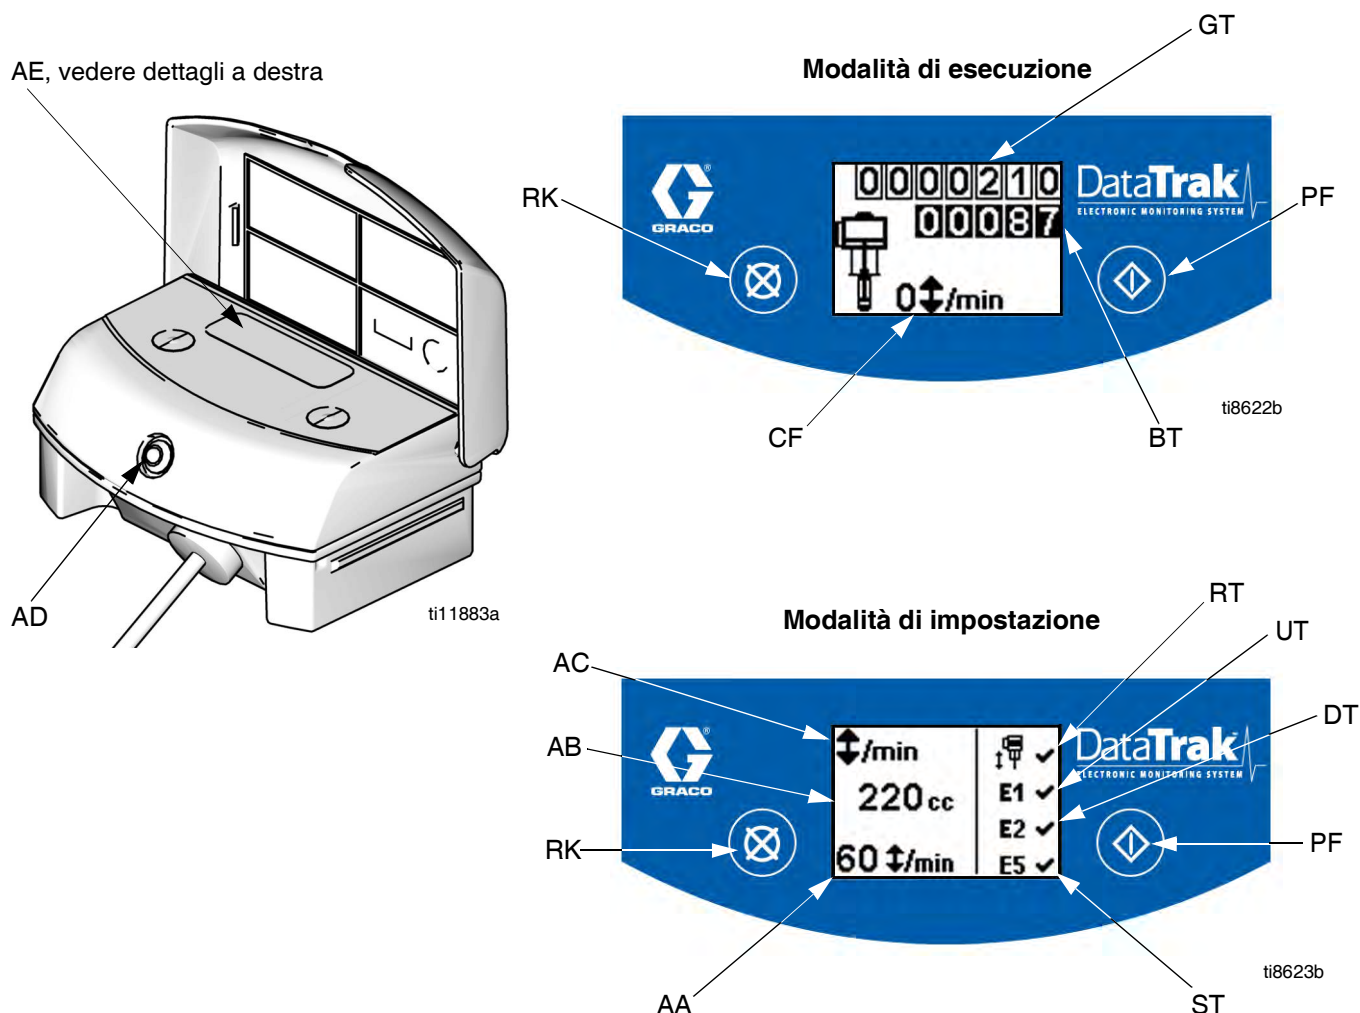

FIG. 8. Comandi e indicatori DataTrak
Legenda per FIG. 8
1. Vedere FIG. 8. Tenere premuto  per 5 secondi fino alla visualizzazione del menu di configurazione.
Quando le opzioni di fuorigiri e di errore E1, E2 ed E5 sono attivate, sulla schermata di impostazione apparirà un . Vedere FIG. 8.
1. Vedere FIG. 8. Se si verifica un fuorigiri della pompa, si attiva il solenoide di fuorigiri, arrestando la pompa stessa. Il LED (AD) lampeggia e il display (AE) indica la condizione di fuorigiri (vedere Tabella 1). Il display visualizzerà ciclicamente sei schermate di istruzioni.
2. Schermate fuorigiri 1 e 2: Per ripristinare il solenoide del fuorigiri, chiudere la valvola dell'aria principale (E). Attendere che l'aria sia completamente scaricata dal motore pneumatico.
3. Schermate fuorigiri 3 e 4: una volta scaricata l'aria, premere il tasto di rilascio del solenoide (J) per reimpostare la valvola dell'aria. Il tasto torna in posizione quando la valvola dell'aria è nuovamente in pressione.
Per disattivare il monitoraggio del fuorigiri, entrare in modalità di configurazione e impostare il valore su 0 (zero) o portare (RT) su off  (vedere FIG. 8).
1. Vedere FIG. 8. Per accedere alla modalità di adescamento/lavaggio, premere un tasto qualsiasi per riattivare il display, quindi premere
Vedere FIG. 8. L'ultima cifra del totalizzatore parziale (BT) indica i decimi di gallone o litro. Per azzerare il totalizzatore, premere un tasto qualsiasi per riattivare il display, quindi tenere premuto  per 3 secondi.
Vedere FIG. 8. Il display (AE) si spegne dopo 1 minuto di inattività nella modalità di esecuzione o dopo 3 minuti nella modalità di configurazione. Premere un tasto qualsiasi per riattivare il display.
Il DataTrak è in grado di diagnosticare diversi problemi della pompa. Quando il sistema di monitoraggio rileva un problema, il LED (AD, FIG. 8) lampeggia e sul display viene visualizzato un codice diagnostico. Vedere Tabella 1.